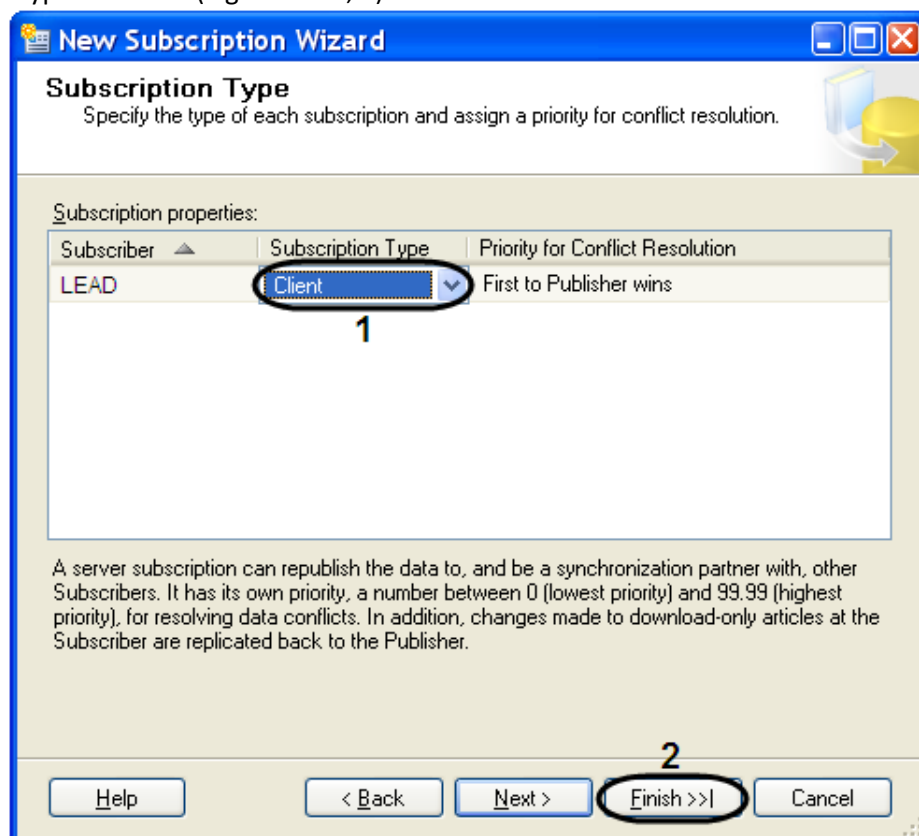

Fig. 9.3—20 Subscription type subscription
21. To end the creation of a new subscriber click «Finish» (Fig. 9.3—20, 2).